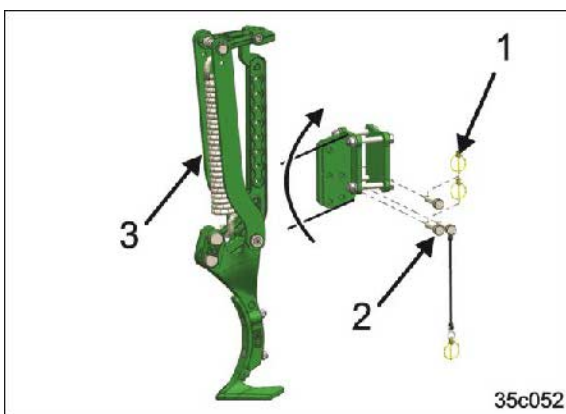

Fig. 119
1. Fjern alle låsesplintene (Fig. 119/1).
3. Fjern alle festeboltene (Fig. 119/2).